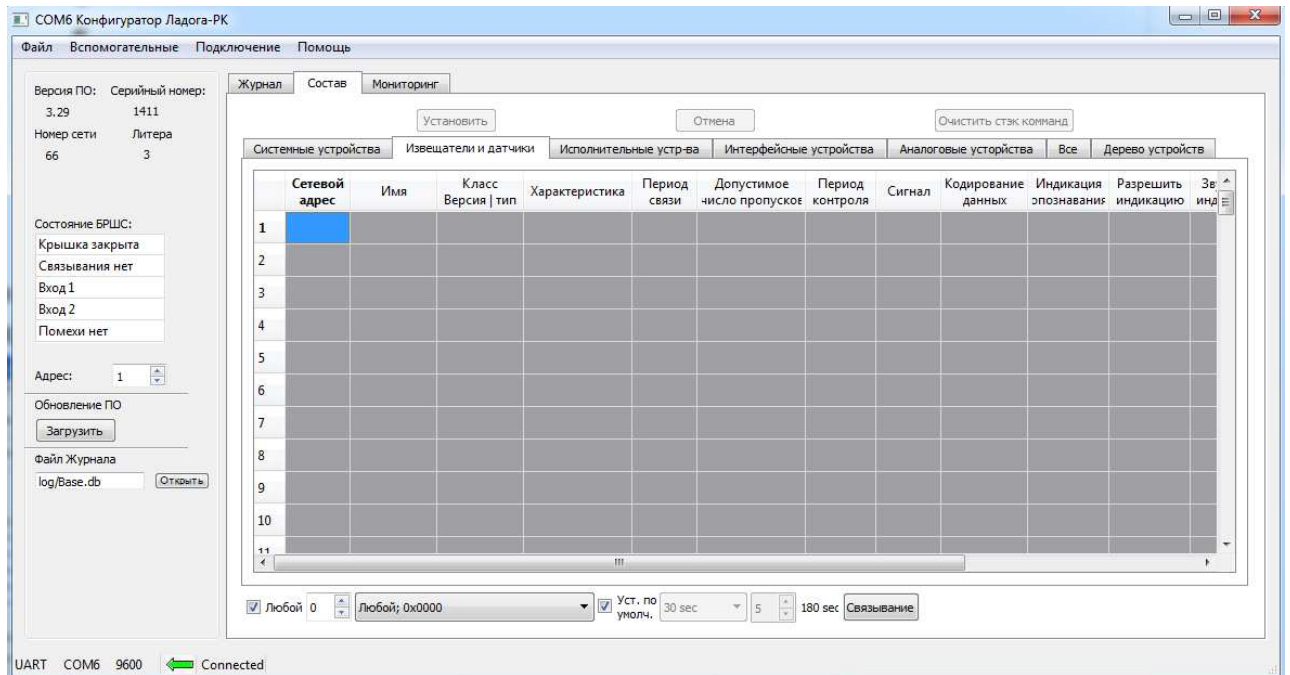

Рисунок 11.
3.2.4 После нажатия «ОК» в окне «Выбор соединения» на экране ПЭВМ появится окно конфигуратора радиоканальных ОИ прибора "Конфигуратор Ладога-РК" (рисунок 11):